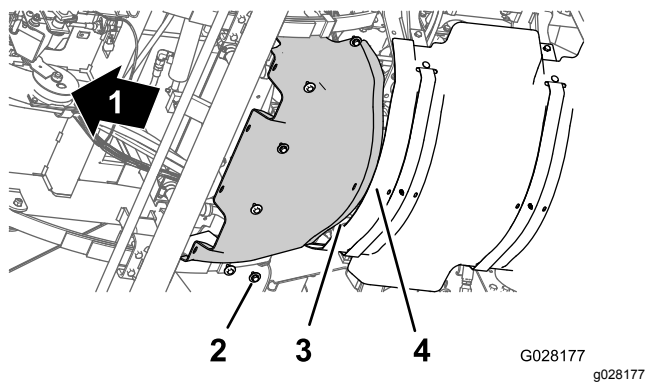

図 59
1. 前側防熱シールドの後部フランジを後防熱シールドの前側フランジに合わせる 図 59。
2. 前側防熱シールドの穴を、シャーシのねじ穴に合わせる 図 59。
3. 前側防熱シールドを機体に固定するソケットボルト6本とワッシャ6枚 図 59ステップ 前側防熱シールドを取り外す \(ページ 48\), 3で外したものを使用する。